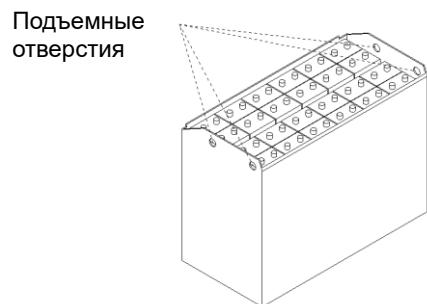

Рисунок 2-24
(4) Места захвата для подъема аккумулятора показаны на Рис. 2-24.